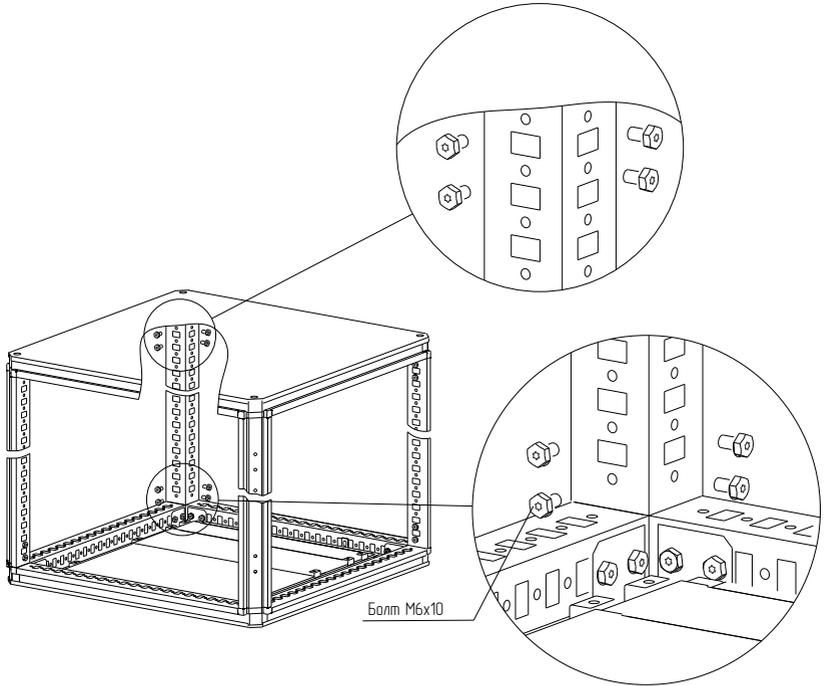

Рисунок 3
4.1.6 Закрепить стойки 1 профиля на основании и крышу на стойках 1 профиля болтами М6х10. Момент затяжки – 10 Н·м (рисунок 3).